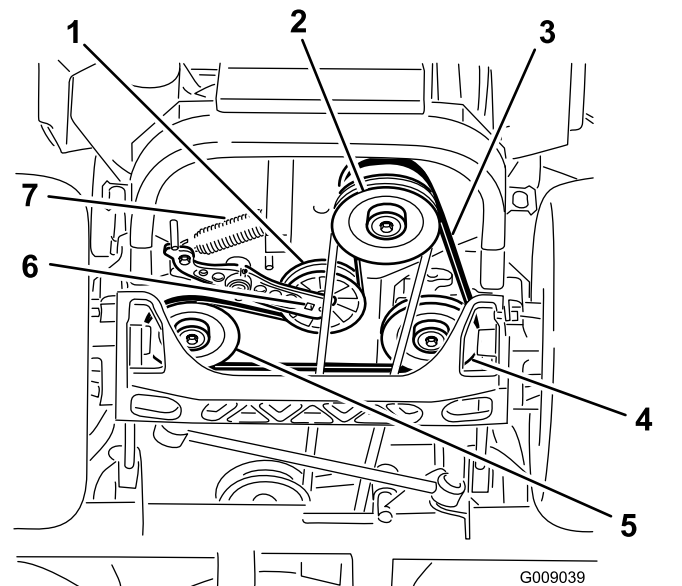

Figura 77
4. Levante la máquina y apóyela sobre gatos fijos (Figura 77).
5. Utilice una llave de carraca en el taladro cuadrado del brazo tensor para retirar el muelle tensor (Figura 77).
6. Desenganche el muelle de la polea tensora del bastidor (Figura 77).
9. Utilizando la llave de carraca en el taladro cuadrado del brazo tensor, instale el muelle tensor en el bastidor (Figura 77).